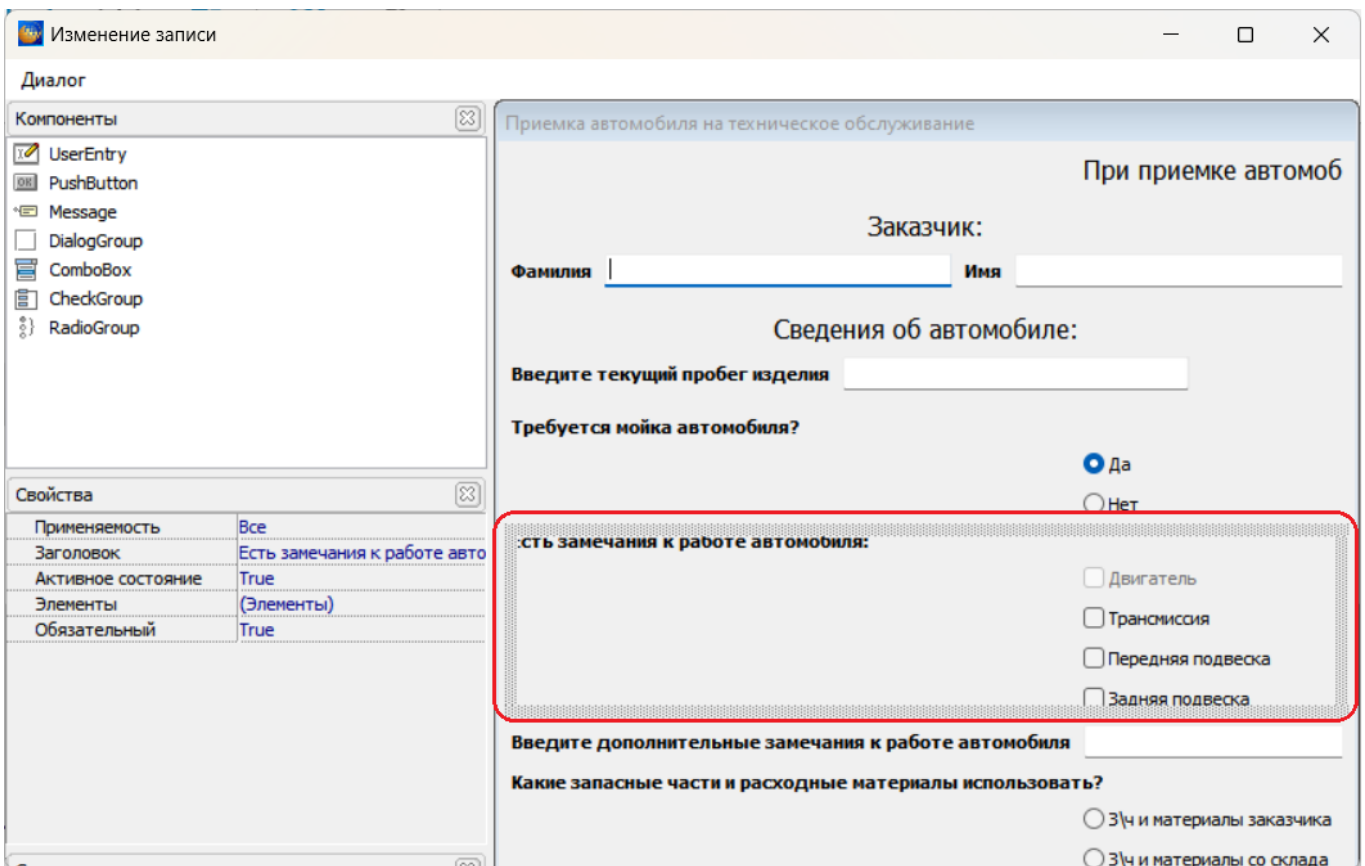

Рисунок 616
9) Поле **Обязательный** определяет является ли **CheckGroup** обязательным для заполнения. Для задание значения этому полю, необходимо выбрать одно из значений из выпадающего списка: True – поле ввода обязательно для заполнения, False – поле ввода не обязательно для заполнения (рисунок 616).